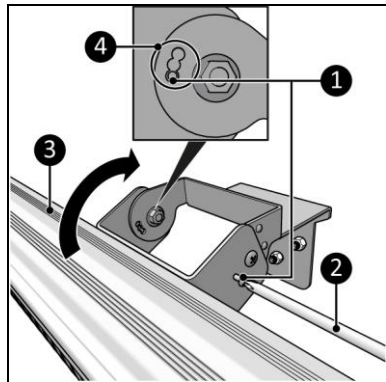

Abbildung 11
Das Gerät hat 3 Positionen (Abbildung 11, Pos. 4):
1. Halten Sie den Hauptkörper (Abbildung 11, Pos. 3), während Sie die kleinen Schrauben lösen (Abbildung 11, Pos. 1).
2. Bewegen Sie den Hauptkörper (Abbildung 11, Pos. 3) in die gewünschte Position.
3. Ziehen Sie die kleinen Schrauben an (Abbildung 11, Pos. 1).